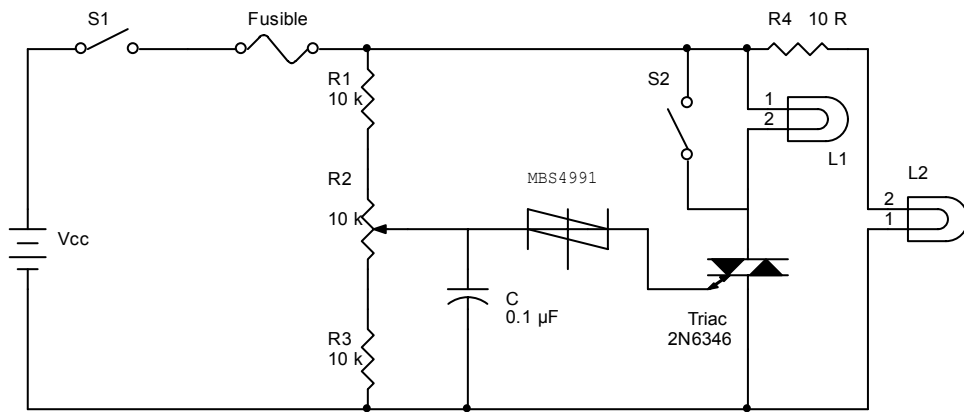

Figure 13-1 : Circuit de protection « crowbar ».
- 2. Faites le montage du circuit de la figure 13-1 et assurez-vous d'ouvrir les interrupteurs S1 et S2 et que le potentiomètre soit à la valeur minimale, soit du côté de R3.**